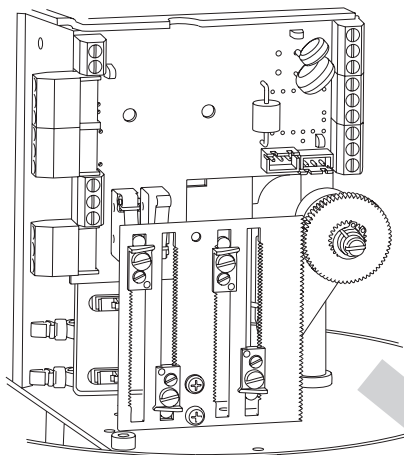

Fig. 19
- Rimuovere la piastra (Fig. 19 e 20).